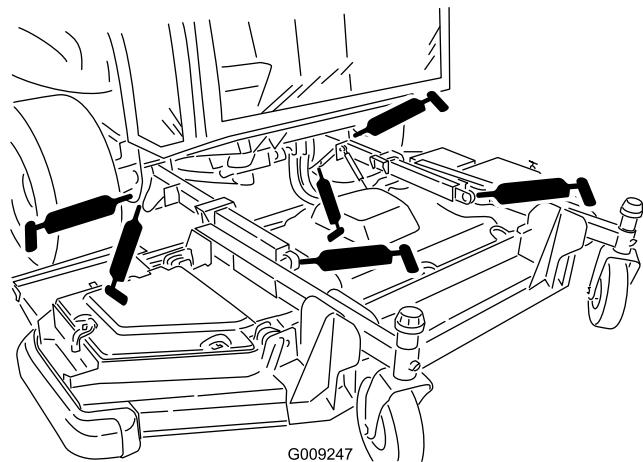

Figura 54
- Casquillos de los brazos de elevación (2) (Figura 54).
- Articulaciones de bola de los brazos de elevación (2) (Figura 54).
- Pivotes de los cilindros de elevación de la carcasa delantera (2) (Figura 54)